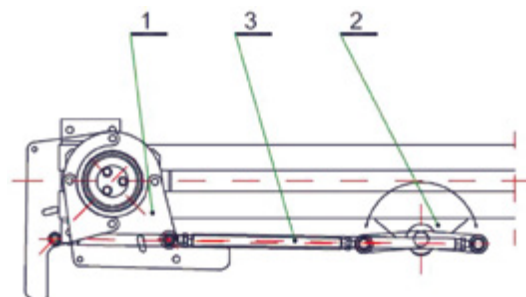

Рис. 6 Привод полюса разъединителя.
Приводная система полюса разъединителя, так же основывается на базе шарнирного четырехугольника. На рис. 6 показана схема привода полюса разъединителя. Поворот кривошипа (2) с помощью тяги (3) переходит на рычаг (1).